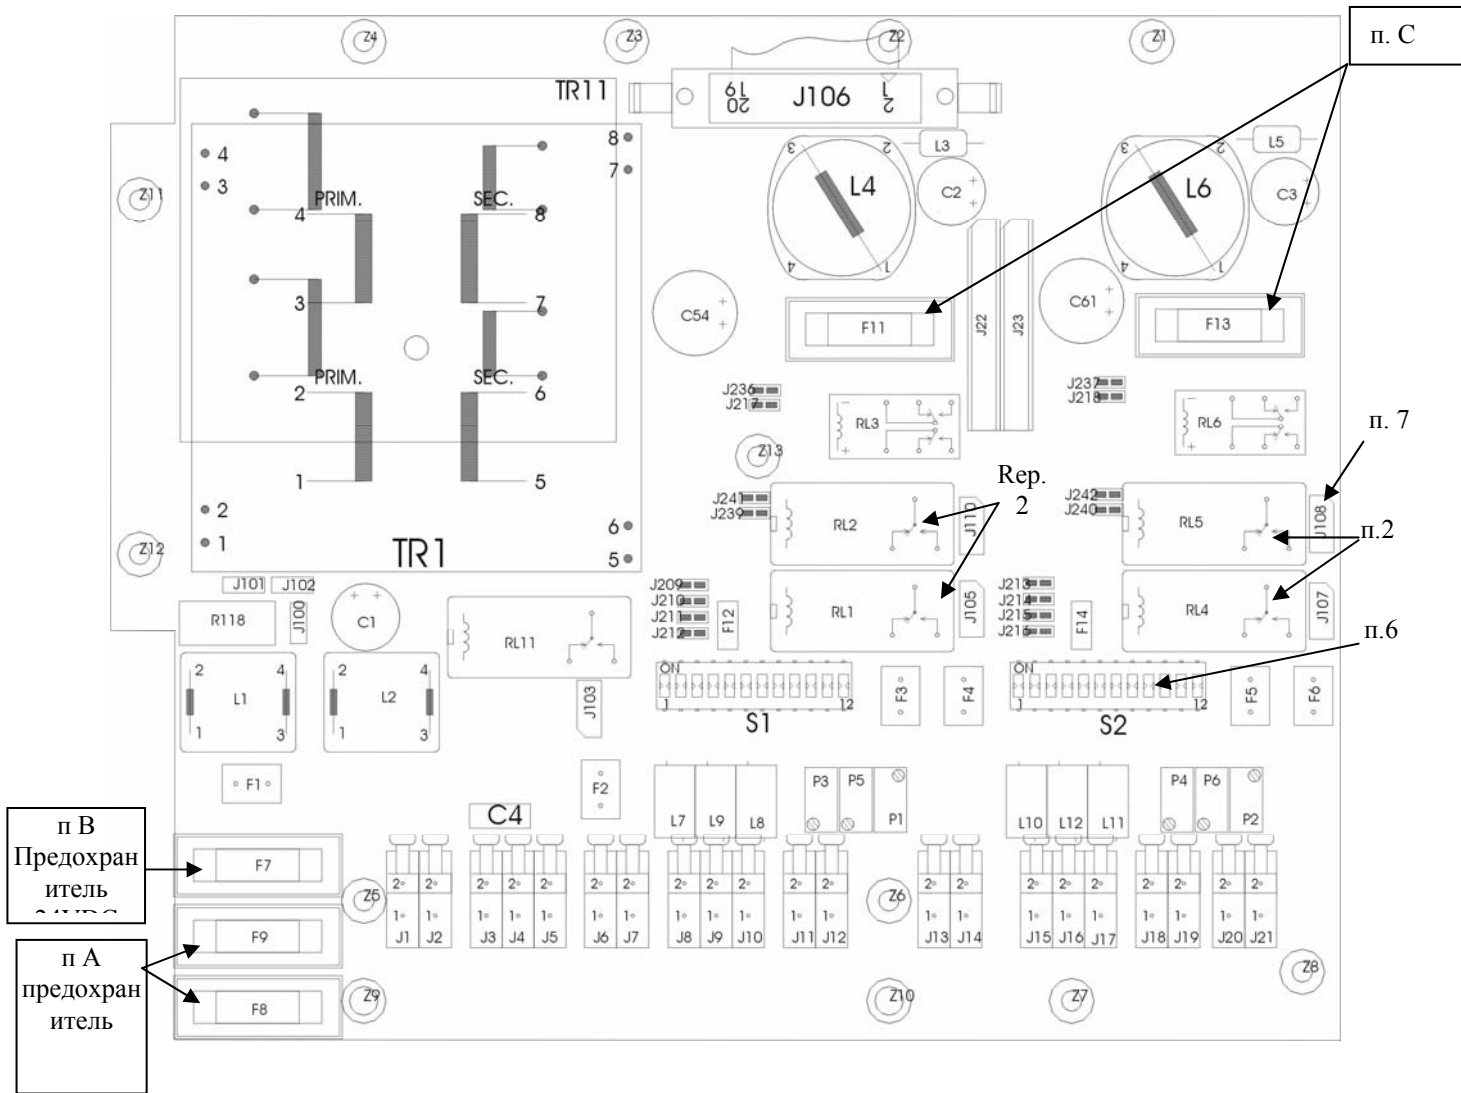

Рисунок 3
программируемое изготовителем как нормально замкнутое или нормально разомкнутое, нормально замкнутое при общей неисправности отсутствие или наличие питания на контактах всех реле задается с помощью перемычки (пример на стр. 12 – рисунок 3, п. 7)
- программирование должно выполняться фирмой OLDHAM (контакты) при этом должен использоваться держатель (рисунок 3, п.6)
У каждого канала есть два реле аварийного сигнала, соответствующие порогам мгновенного аварийного сигнала 1 и 2 (смотрите Рисунок 3, п.2).